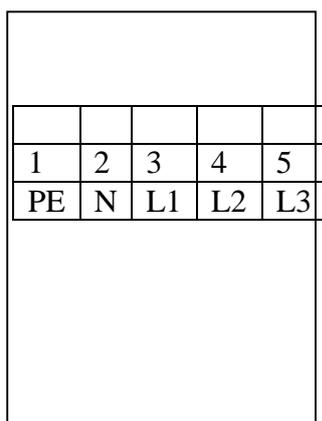

Рис. 15
- подключить электропитание: трехфазное 400V пятижильным кабелем ($3 \times 2.5 \text{ mm}^2 + 2 \times 1.5 \text{ mm}^2$) на клеммы L1, L2, L3, N от вводного щита. Провод заземления завести на клемму PE (Рис. 15) и, затем, связать с болтами, отмеченными знаком PE («Земля»), на обеих платформах.